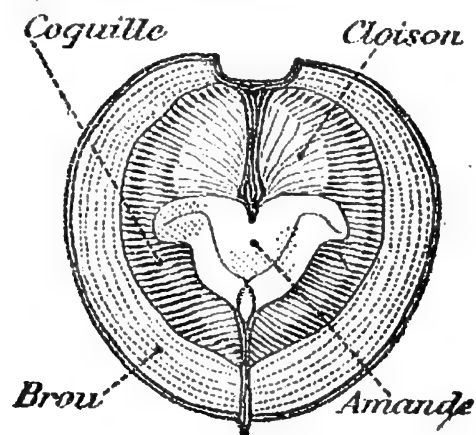

Fig. 2. — Une noix dans son brou, coupée par le milieu.
**1. Un fruit dont on cueille le noyau.** — En automne et en hiver, la noix nous fournit d'excellents desserts. Nous en mangeons l'*amande* après l'avoir retirée de la coquille qui la protège. Sur l'arbre, cette coquille était elle-même enfermée dans une enveloppe verte : le *brou*. La noix telle qu'elle arrive sur notre table n'est donc pas un fruit entier, mais seulement le *noyau* d'un fruit dont le brou était la chair (fig. 2).